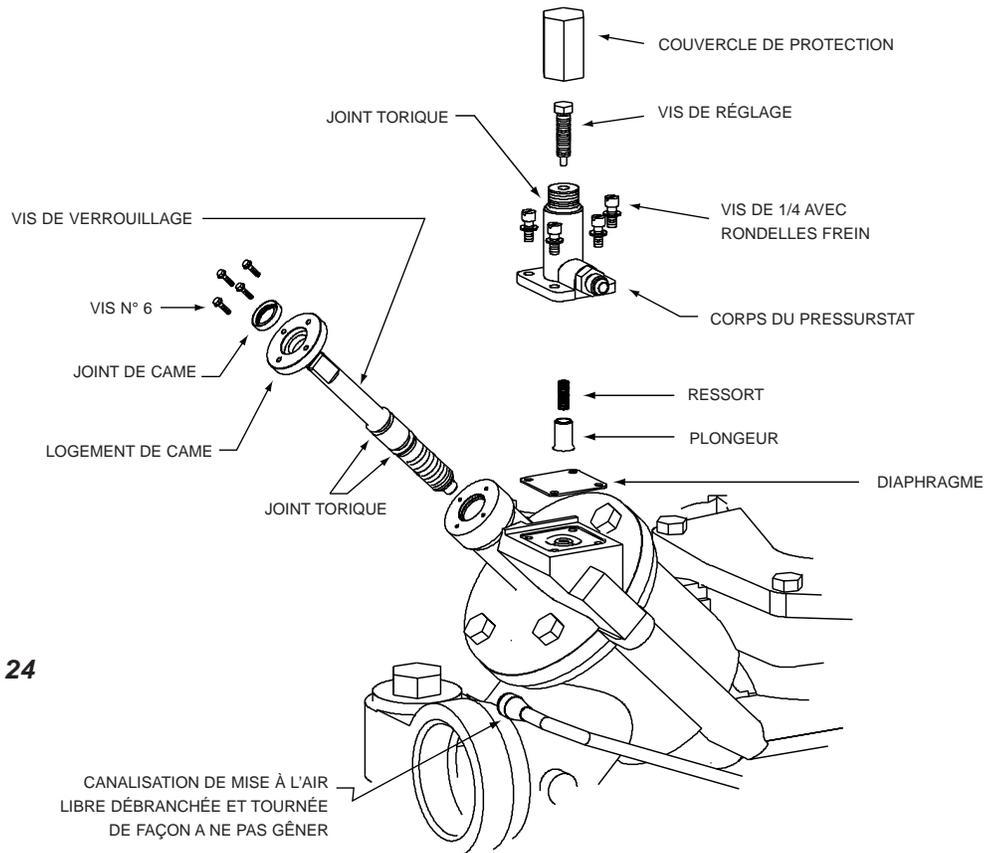

FIGURE 24
- c. En utilisant une pièce de métal plate de 12 mm au moins plus grande que le diamètre extérieur de la came, placer avec soin la nouvelle came dans le logement de came en l'orientant dans le sens indiqué sur la Figure 24.